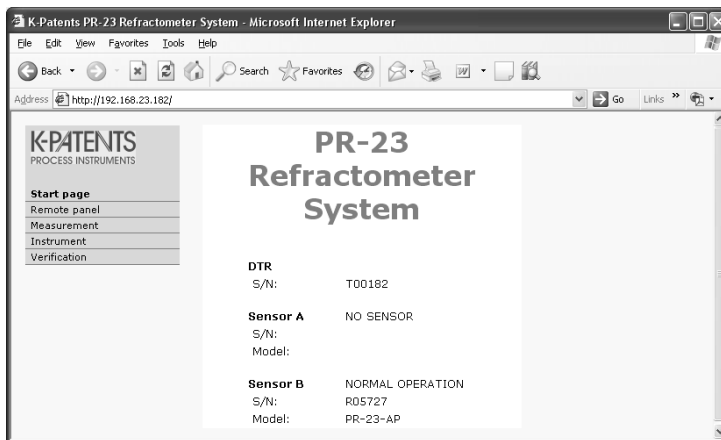

Figura 12.10 Abertura de página inicial do instrumento em um navegador
3. T3. O endereço (URL) do instrumento homepage é o endereço de IP do DTR. O endereço de fabrica é: <http://192.168.23.254/>. (A Figura 12.10 acima usa um endereço diferente, que não é o padrão). Escreva o endereço no navegador como você faria com qualquer outro endereço (por exemplo: <http://www.kpatents.com/>)
4. Se a página parecer estranha na primeira tentativa, atualize/recarregue-a e ela deve ficar aproximadamente como a Figura 12.10; o aspecto exato da página depende do seu navegador e configurações de tela, então podem ocorrer pequenas variações.